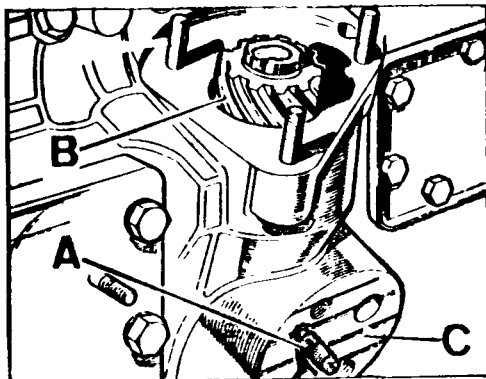
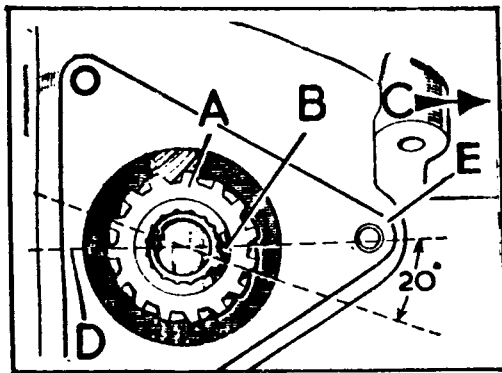

Fig. A1-51 Desmontaje del piñón de mando
Fig. A1-55 Posición correcta del piñón de mando con el volante en 13,5° de avance
- 1.5. Desmontar el tornillo, A (Fig. A1-51) que fija el casquillo del piñón de mando y extraer el piñón, B, haciendo uso del útil, 417040, o de unos alicates adecuados.
- 2.6. Haciendo uso del útil, 417040, se introducirá en su alojamiento el piñón de mando, B (Fig. A1-51) de forma que el orificio de fijación del casquillo quede alineado con el orificio del tornillo de fijación situado en la cara, C (Fig. A1-51). La estría ancha, B (Fig. A1-55) deberá quedar orientada 20° aproximadamente por debajo del centro del espárrago, E (Fig. A1-55), una vez que el piñón de mando esté definitivamente en su posición.
Con el piñón de mando en su posición definitiva, introducir un puntero adecuado a través del orificio del tornillo, A (Fig. A1-51), para alinear dicho orificio con el del casquillo. Una vez alineado el orificio del casquillo, montar un nuevo tornillo de fijación, A (Fig. A1-51), apretándolo a fondo y aflojándolo después 1/4 de vuelta.